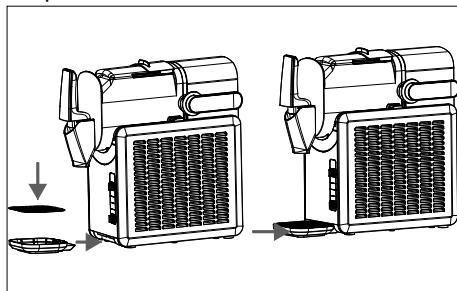

Fig. 4 – Montaje del aparato
- Coloque la rejilla de goteo sobre la bandeja colectora y deslice la bandeja colectora por debajo del aparato hasta que encaje en su sitio (**véase Fig. 4**).